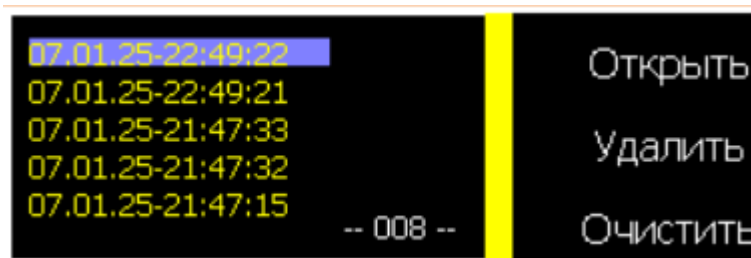

Рисунок 3.8 – Работа с сохраненными данными (выбор файла)
3.3.2 Для начала работы с данными нажать на кнопку . Один из файлов выделится цветом (Рисунок 3.8).